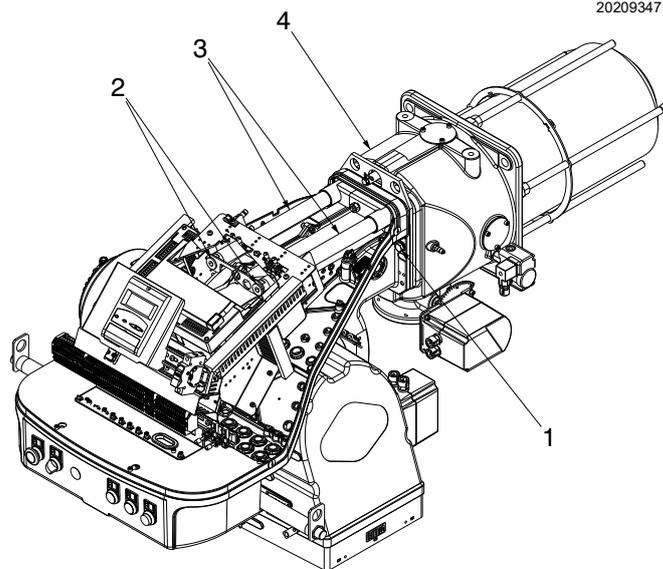

Fig. 23
La testa di combustione si chiude ruotando la vite 1) in senso orario (Fig. 23 a pag. 25).
- inserire il cavo dell'elettrodo e quindi far scorrere il bruciatore fino al manicotto, bruciatore nella posizione illustrata dalla Fig. 23;
- fissare il bruciatore al manicotto con la vite 1)(Fig. 23).